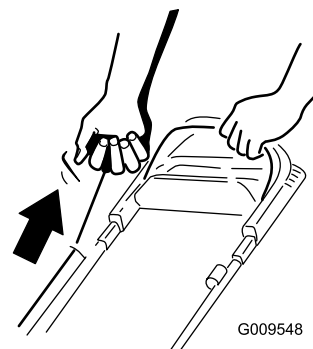

Figura 20
2. Tire del arrancador de retroceso (Figura 20).
**Nota:** Cuando tire del arrancador de retroceso, debe tirar suavemente hasta que note resistencia; luego tire con fuerza (Figura 20). Deje que la cuerda vuelva lentamente al manillar.